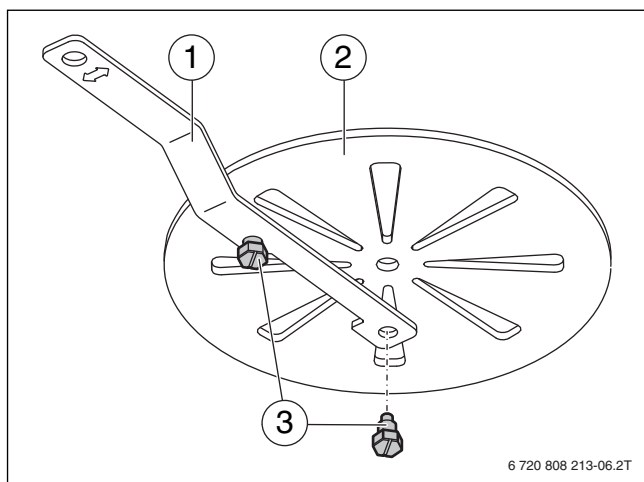

Bild 20 Bedienhebel an den Rundrost schrauben
- ▶ Bedienhebel [1] von unten (Ascheraum) an den eingelegten Rundrost [2] schrauben. Der Bedienhebel muss nach oben zeigen. (Bild 20 zeigt die Befestigung des Bedienhebels am Beispiel des ausgebauten Rundrosts).